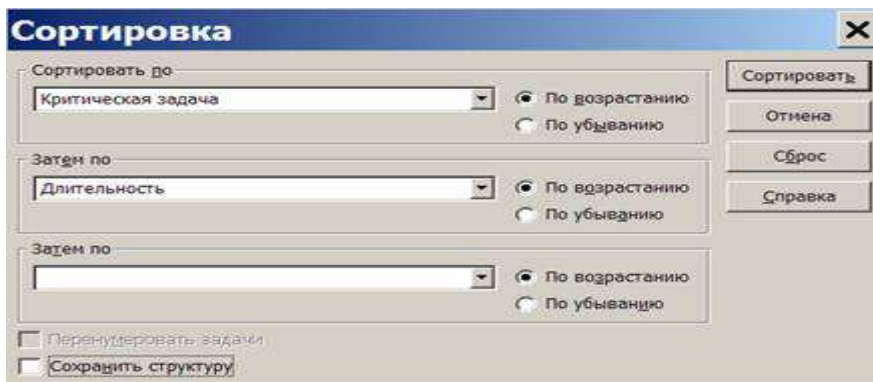

Рисунок 3.2 – Окно параметров сортировки
2. В открывшемся окне (рис. 3.2) установить уровни сортировки (каждый последующий уровень действует только в пределах одинаковых значений